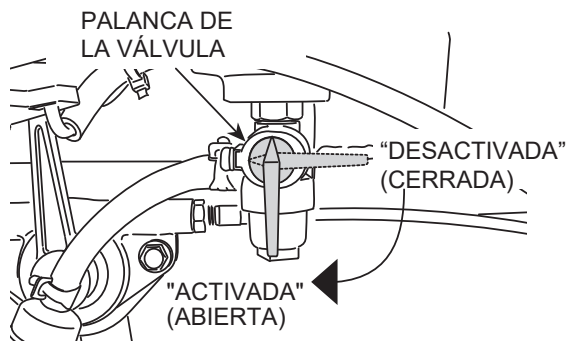

Figura 8. Válvula de corte de combustible
1. Abra la válvula de corte de combustible moviendo la palanca a la posición **ACTIVADA** (abierta) (Figura 8).